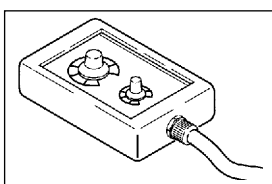

Fig. 8
2.2.4 Afstandsbediening RC07 voor MIG/MAG lassen (Fig. 8)